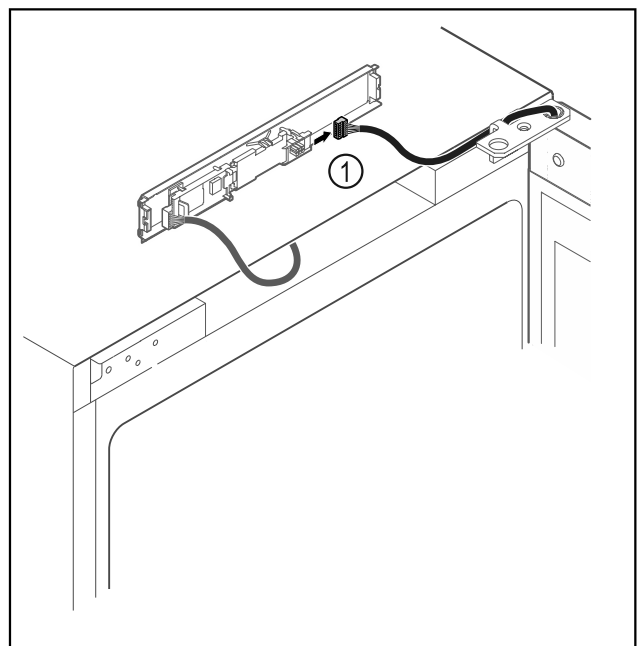

Fig. 13
- ▶ Húzza ki a dugót Fig. 13 (1) a NYÁK-ból.